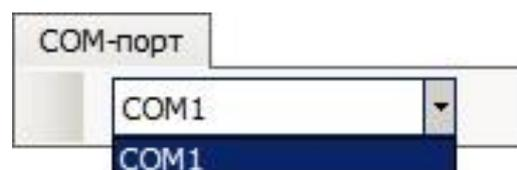

Рисунок 8.5 – Меню «СОМ-порт»
8.5 При нажатии на «**СОМ-порт**» раскроется меню (рисунок 8.5). Из выпадающего списка нужно выбрать соответствующий порт, к которому подключён преобразователь RS-485.